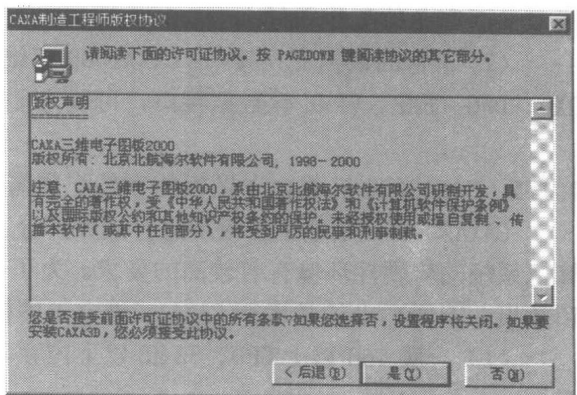

图 1-2
2) 许可协议(见图 1-2)。如果您接受此协议, 请选“是”, 继续安装, 如果您不接受此协议, 请您选“否”, 退出安装程序。